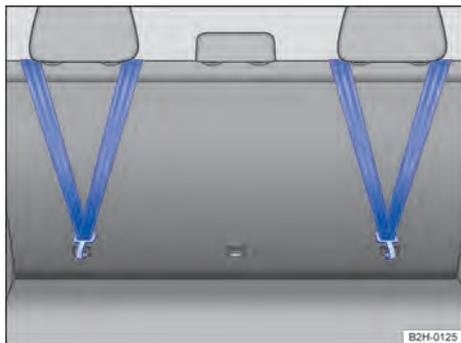

Fig. 42 En la parte posterior del respaldo del asiento trasero: cinturón de fijación superior enganchado.
5. Enganche el cinturón de fijación superior en la argolla de sujeción correspondiente → fig. 42